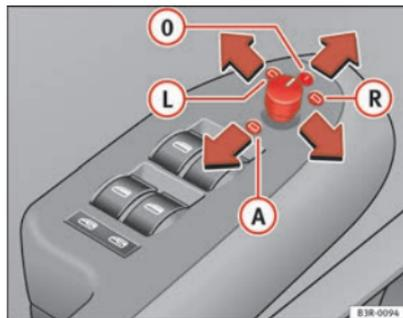

Fig. 104 Detalle del reposabrazos: Mando giratorio
- Gire el mando a la posición ⇒ fig. 104 **L** (retrovisor exterior del conductor) o a la posición **R** (retrovisor exterior del acompañante).
Al poner la marcha atrás, se inclina ligeramente hacia abajo la superficie del espejo, siempre que se haya conmutado a dicho retrovisor (mando giratorio en posición **R** ⇒ fig. 104). Esto permite ver el bordillo al aparcarse el vehículo.